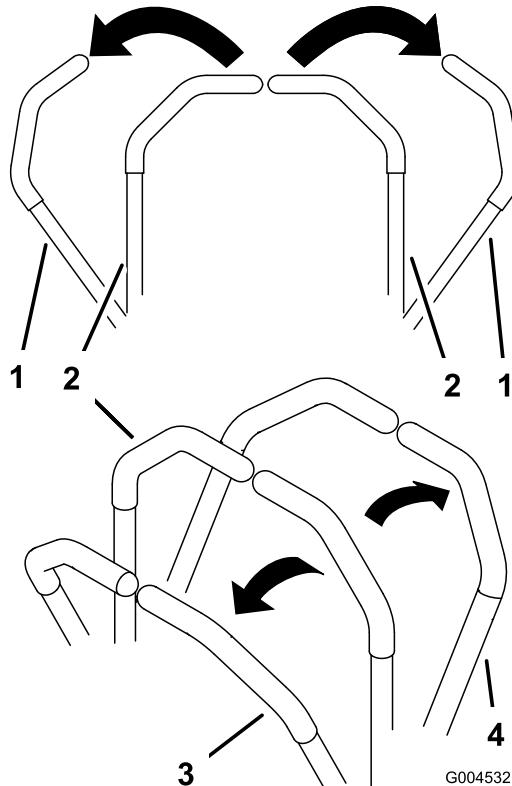

Figure 20
1. Mettez les leviers de commande de déplacement (Figure 20) en position de verrouillage au point mort.
- Pour vous déplacer en ligne droite en marche avant, poussez doucement les leviers de commande de déplacement vers l'avant (Figure 20).
- Pour vous déplacer en ligne droite en marche arrière, tirez doucement les leviers en arrière (Figure 20).
- Pour tourner, ralentissez la machine en tirant les deux leviers en arrière puis poussez en avant le levier du côté opposé à celui que vous voulez prendre (Figure 20).